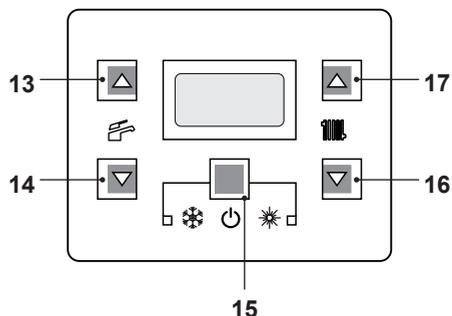
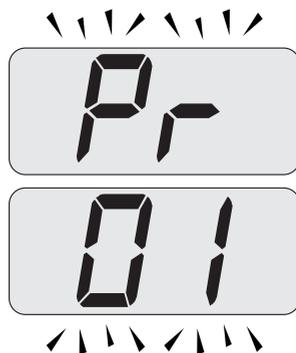
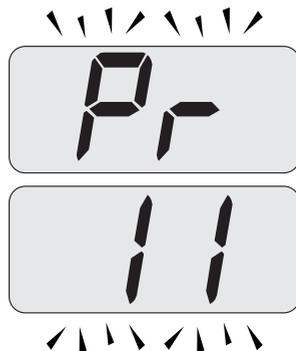
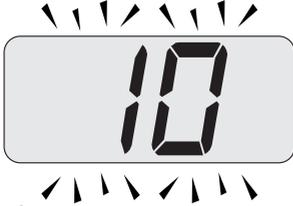

Figura 5.38
Figura 5.39
Figura 5.40
Figura 5.41
- Entrare in "modalità programmazione" premendo contemporaneamente per 10 secondi i tasti 15 - 16 - 17 (Figura 5.38) fino a far apparire sul display LCD le lettere **Pr** che si alternano con il codice **01**, indicanti l'entrata nel "parametro 01" (Figura 5.39).
- Scorrere i vari parametri utilizzando i tasti 16 o 17 fino a far apparire sul display LCD le lettere **Pr** che si alternano con il codice **11**, indicanti l'entrata nel "parametro 11" (Figura 5.40).
17 (Figura 5.38) fino a far apparire sul display LCD il valore del parametro 11 (10=60 secondi) (Figura 5.41).
- Premendo il tasto 15 (Figura 5.38) si ottiene la conferma del valore inserito.
- Premendo contemporaneamente i tasti 15 e 16 (Figura 5.38) si esce senza modificare il valore (ritorno alla lista parametri Figura 5.40)
- Premendo contemporaneamente per 10 secondi i tasti 15 - 16 - 17 (Figura 5.38) si esce dalla "modalità programmazione".